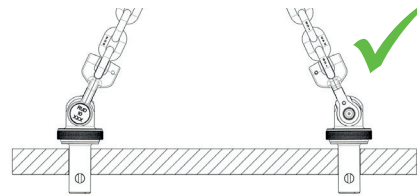

Abb. 10: Zulässige Belastungs- und Ringkörperausrichtung
- Richten Sie bei jeder Belastung die PIP-RAPIDO in Krafrichtung aus (vgl. Abb. 10 und Tabelle 5).